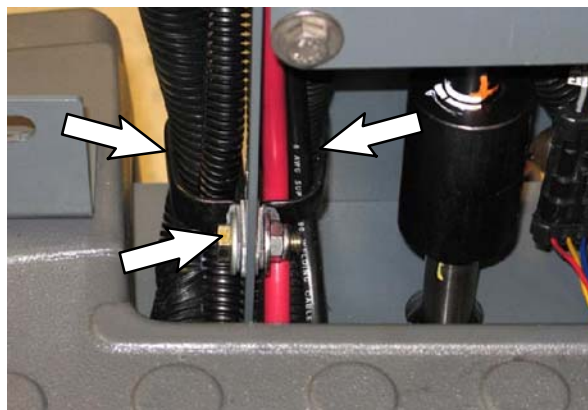

ABB. 13
13. Entfernen Sie die Kleinteile aus den beiden unteren Kabelklemmen am Lenkkanal. Lassen Sie die Kabelklemmen lose am Kabelbaum hängen. (Abb. 13)
HINWEIS: Entfernen Sie ggf. die obere Kabelklemme oberhalb der Klemme in Abb. 13, um den Hauptkabelbaum vom Lenkkanal zu lösen.